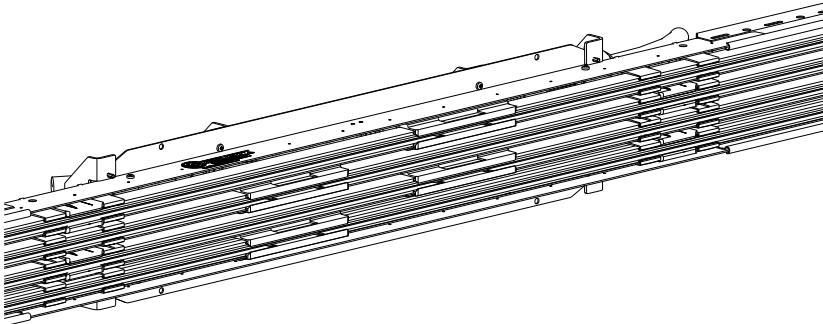
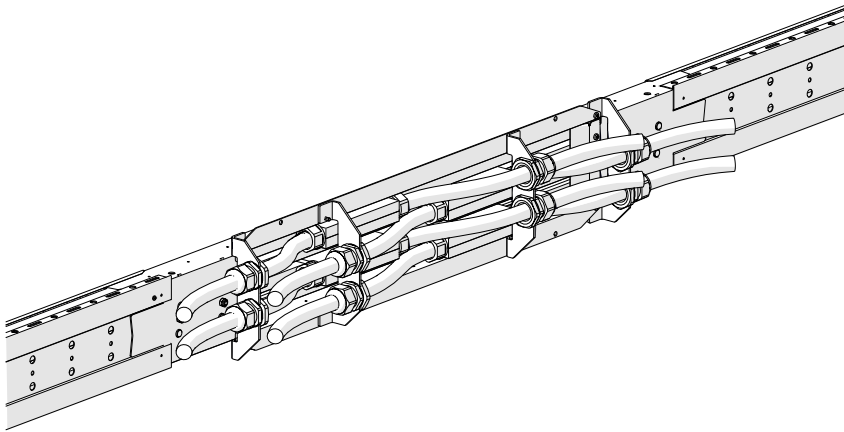

Abb. 49: Ansicht von vorne
Abb. 50: Ansicht von hinten
8. Alle weiteren Schleifleitungspole auf die gleiche Weise montieren und die Hilfskonsolen wieder aus dem ProShell-Tragprofil entfernen (siehe Abb. 49 und Abb. 50).